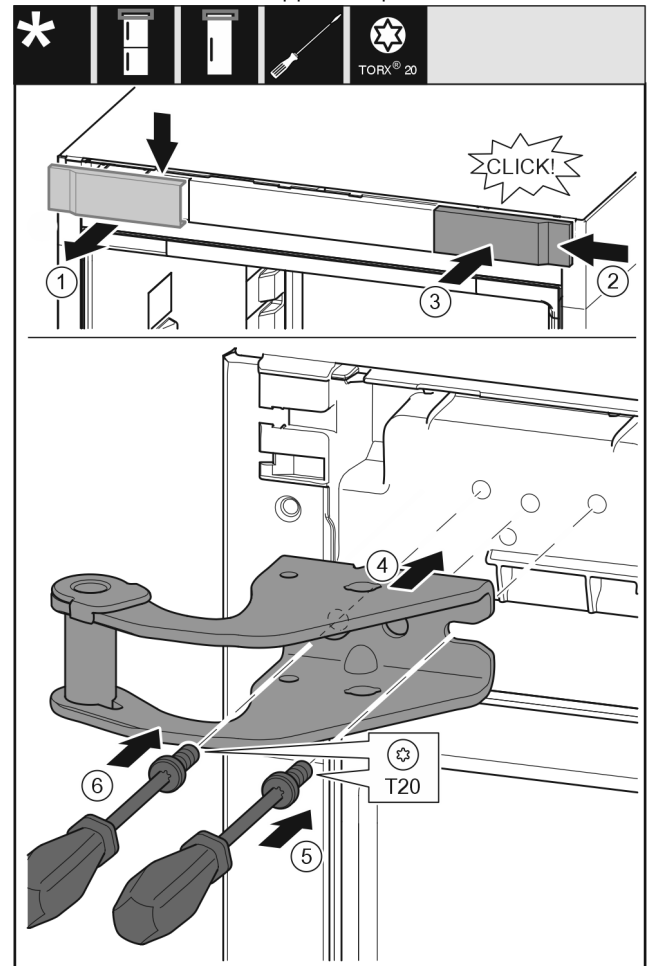

Fig. 11
- ▶ Retirer le cache du haut vers l'avant. Fig. 11 (1)
- ▶ Accrocher le cache tourné de 180° de l'autre côté de droite. Fig. 11 (2)
- ▶ Encliqueter le cache. Fig. 11 (3)
- ▶ Mettre en place le support de palier supérieur. Fig. 11 (4)
- ▶ Mettre en place la vis avec un tournevis T20 et la serrer. Fig. 11 (5)
- ▶ Mettre en place la vis avec un tournevis T20 et la serrer. Fig. 11 (6)